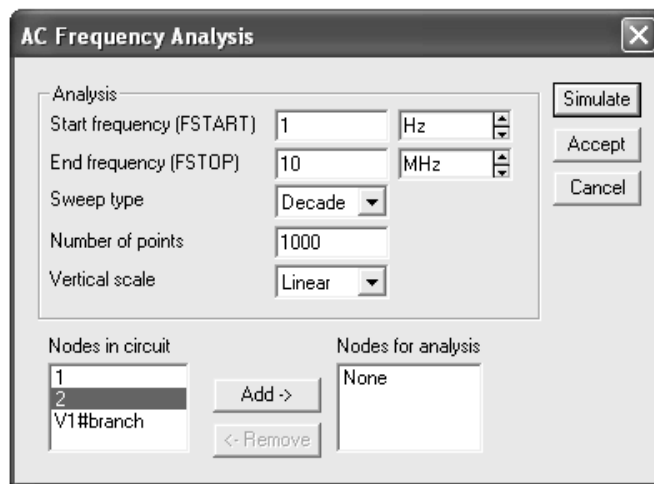

Рис. 16. Вікно ACFrequencyAnalysis
2.1.7. Отримайте амплітудно-частотну і фазочастотну характеристику кола. Виберіть меню *Analysis* і в ньому опцію *AC Frequency*. У вікні (рис. 16)
Встановіть діапазони виконуваних вимірювань так, як показано на рис. 16. Натисніть кнопку *Simulate* і ви отримаєте вікно (рис.17) з графіками АЧХ (приблизно як на верхньому графіку) і ФЧХ (приблизно як на нижньому графіку).